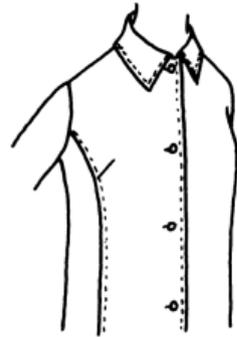

Рис. 247
ИЗДЕЛИЕ БЕЗ ЛАЦКАНОВ (РИС. 247)
В изделии такого типа, как то, которое изображено на рис. 247, воротник дублируется наподобие английского воротника (см. следующий подраздел), но с передом лифа дела обстоят проще.
7. Для дублирования воротника прокладкой из бортовки перейдите к нижеследующему подразделу. Но перед этим сравните рис. 250, на котором изображен обычный втачной воротник из рис. 247, с рис. 255, на котором изображен английский воротник, и вы придете к выводу, что различие в крае линии втачивания воротника в горловину не влияет на технику дублирования.
Вне зависимости от того, настоящий ли это английский воротник (рис. 251) или воротник фантазийного покроя, который просто был втачан в горловину без лацканов (рис. 247), дублирование будет выполняться одинаково.